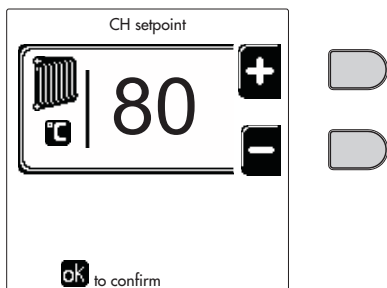
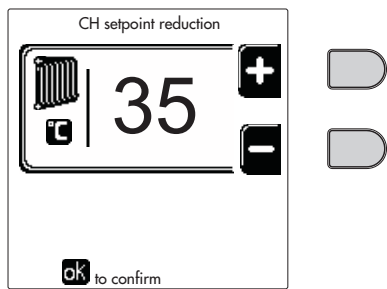
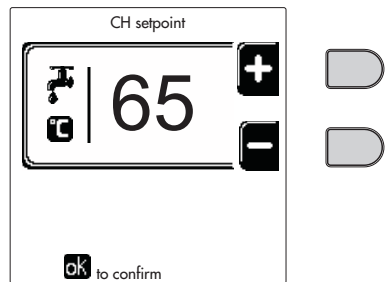
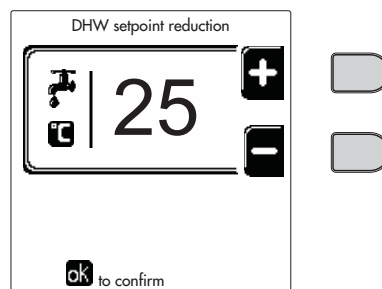

рис. 12
рис. 13
рис. 14
рис. 15
- **ON (ВКЛ)**. При поступившем запросе на отопление/ГВС котел работает на заданной температуре регулировки отопления/ГВС (рис. 12/рис. 14).
- При поступившем запросе на отопление/ГВС котел работает на уменьшенной температуре регулировки. Уменьшенная температура достигается путем вычитания температуры регулировки уменьшения (рис. 13/рис. 15) от заданной температура регулировки отопления/ГВС (рис. 12/рис. 14).